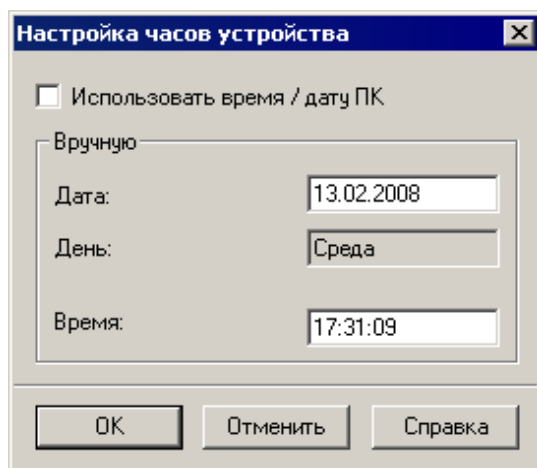

рис. 6-25 Установка даты и времени в диалоговом окне устройства
- Введите дату и время в соответствующие поля. Соблюдайте правильный формат (рис. 6-25, стр. 260).